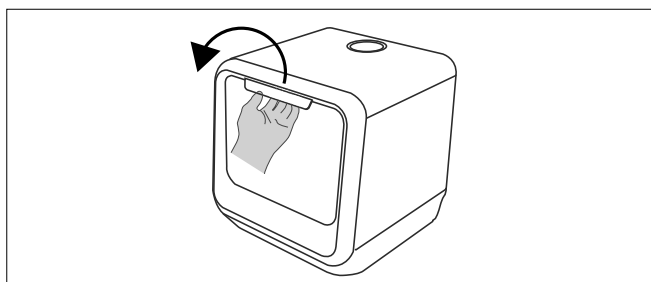

Fig. 12 – Apertura dello sportello
- Aprire lo sportello tirando la maniglia (1) verso di sé. Aprire completamente lo sportello (vedere la Fig. 12).